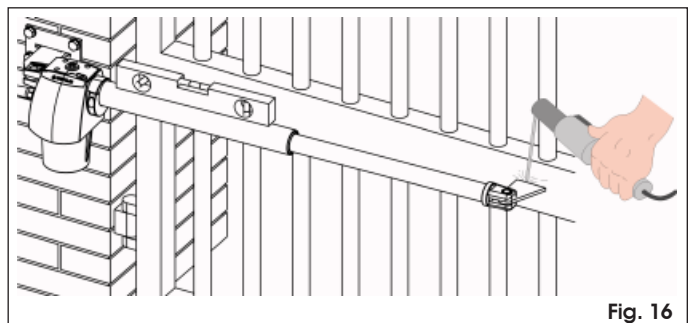

Fig. 16
- Acerque el tubo del operador a la hoja hasta que la brida anterior se apoye a la hoja (Fig. 16).
- Compruebe, con un nivel de burbuja, la perfecta horizontalidad del operador y fije provisionalmente la brida anterior con dos puntos de soldadura (Fig. 16.).